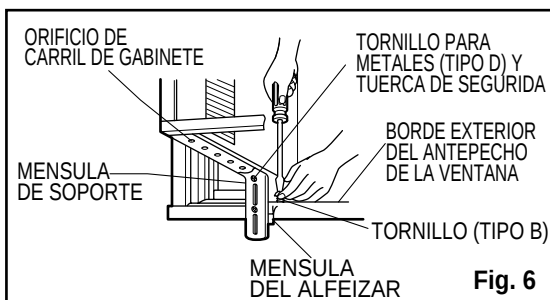

Fig. 6
Repisa de la ventana y alinee la marca central en el frente del fondo con la línea central marcada en la repisa de la ventana. (Ver Fig. 6)
3. Utilizando el tornillo M y la tuerca de seguridad, coloque la ménsula de soporte en el orificio de la guía del gabinete. Use el primer orificio de la guía después de la ménsula del alféizar en el borde exterior del alféizar de la ventana. (Ver Fig. 6)